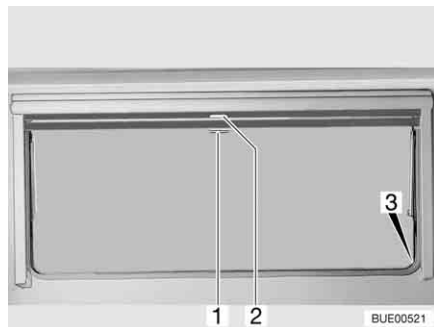

Bild 59 Ausstellfenster
Schließen: ■ Verdunklungsrollo am Griff (Bild 59,2) nach unten ziehen. Wenn das Verdunklungsrollo ganz geschlossen wird, das Verdunklungsrollo auf beiden Seiten am Fensterrahmen in die Arretierung (Bild 59,3) einhängen.
Öffnen: ■ Wenn das Verdunklungsrollo vollständig geschlossen ist: Den Griff (Bild 59,2) nach unten drücken und den Griff dabei leicht nach innen ziehen. Das Verdunklungsrollo aus den Arretierungen links und rechts am Fensterrahmen aushängen.
■ Wenn sich das Verdunklungsrollo in Zwischenposition befindet: Den Griff (Bild 59,2) leicht nach unten ziehen, bis sich die Arretierung gelöst hat.
Schließen: ■ Insektenschutzrollo am Griff (Bild 59,1) nach unten ziehen und auf beiden Seiten am Fensterrahmen in die Arretierung (Bild 59,3) einhängen.
Öffnen: ■ Griff (Bild 59,1) nach unten drücken und den Griff dabei leicht nach innen ziehen. Das Insektenschutzrollo aus den Arretierungen links und rechts am Fensterrahmen aushängen.